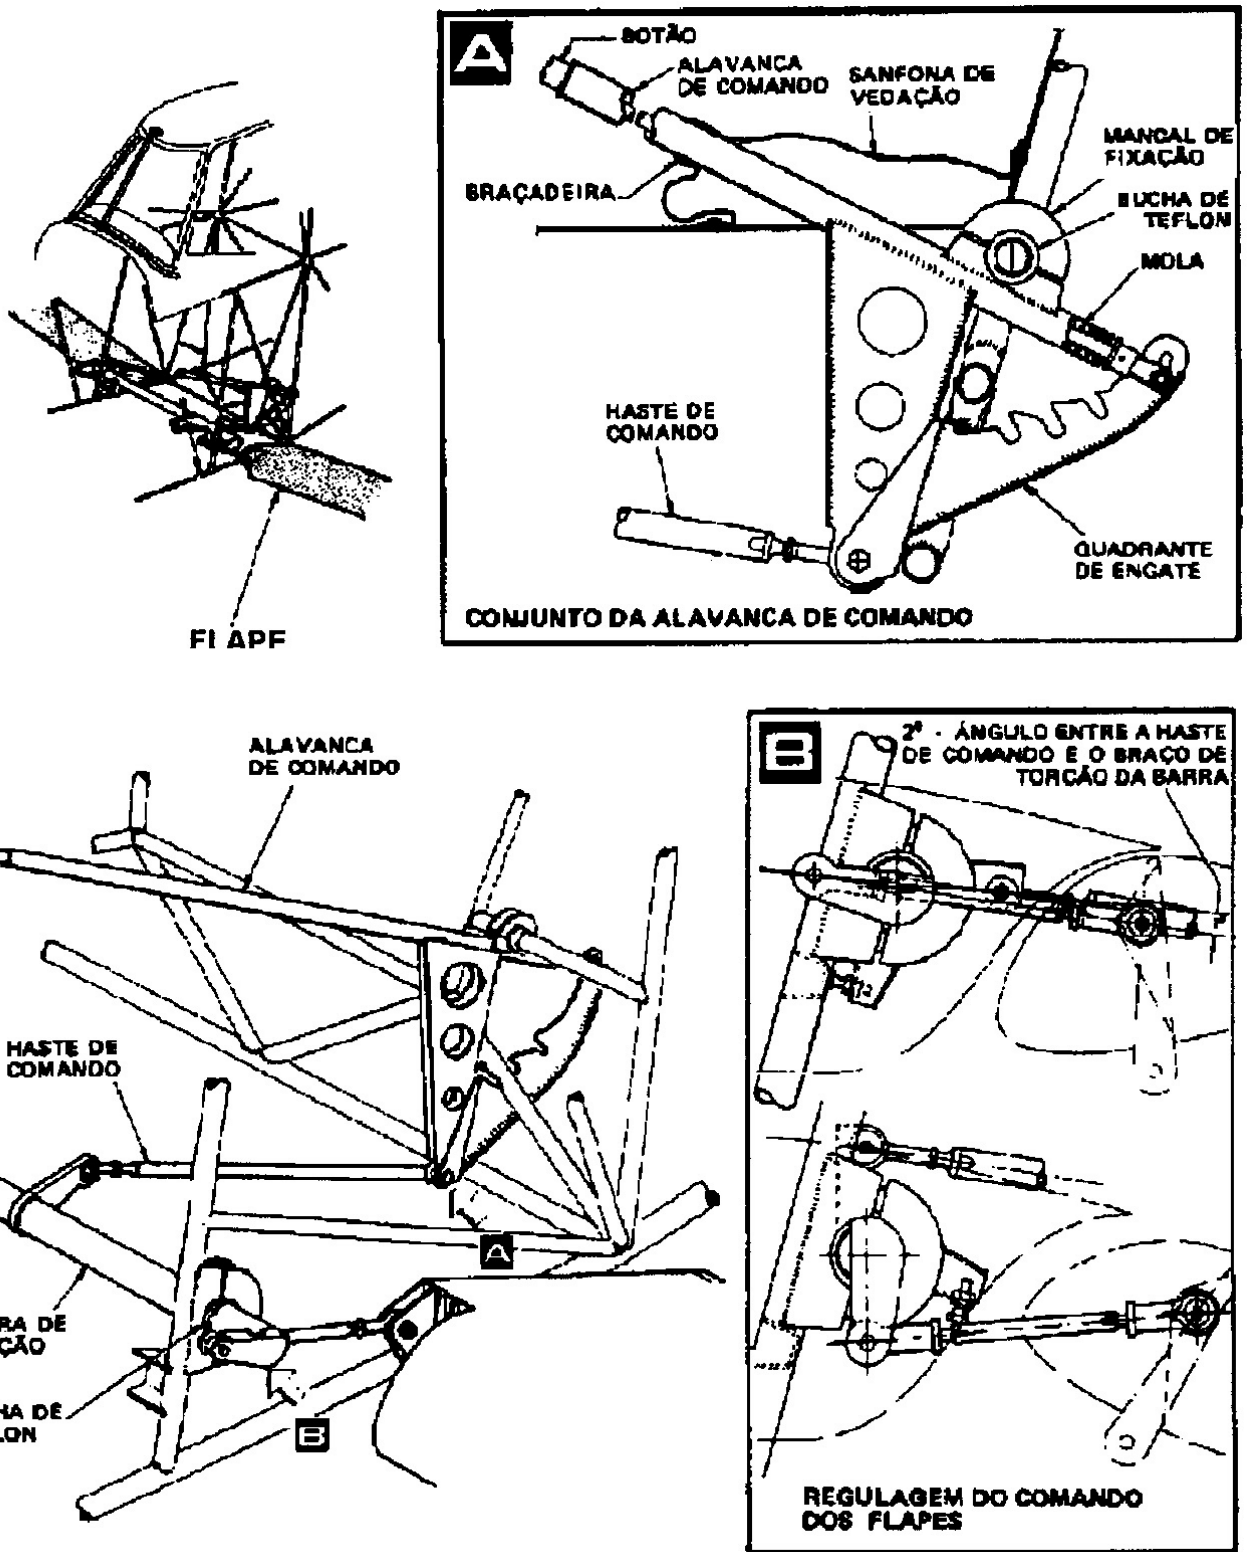

FIGURA 27-5 - INSTALAÇÃO DOS COMANDOS DOS FLAPES
27-13. SISTEMA DE COMANDO DOS FLAPES DA ASA (Figura 27-5)
- a. Regule o parafuso de ajustagem do tubo de torção na posição de 2° além do neutro (veja o detalhe B na figura 27-5). Mantenha o tubo de torção nesta posição.